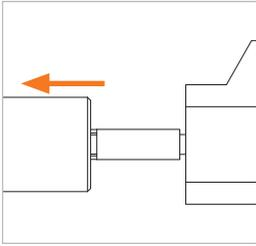
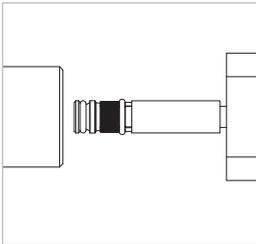

Abbildung 5
Abbildung 6
- ▶ Beaufschlagen Sie die Steuerdruckleitung. Die Spannzangen (Pos. 3) fallen zusammen, die Verbindung zum Prüfling wird gelöst und der Prüfling kann gerade nach hinten abgenommen werden (*Abbildung 5* und *Abbildung 6*).